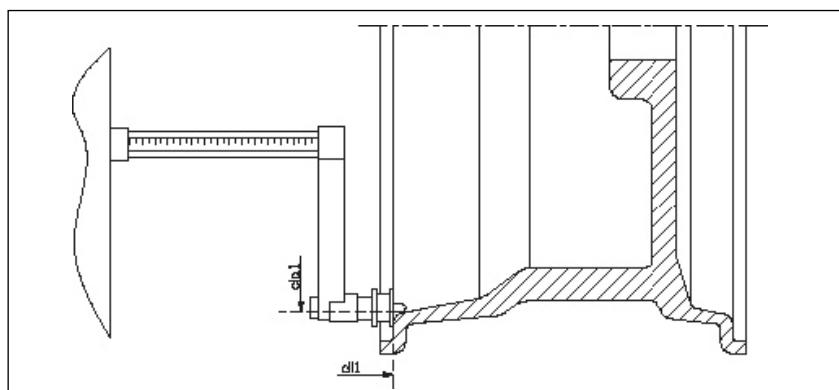

图 F3.7-ALS1 模式下自动获取轮辋内侧距离值
- 2) 拉出距离 / 直径测量尺靠在轮辋内侧，根据 ALS1 和 ALS2 模式的区别，此时拉尺停留点的位置有所不同，如图 F3.7 和 F3.8 所示；
- 3) 拉出距离 / 直径测量尺靠在轮辋内侧将要放置平衡块的位置。ALS1 模式如图 F3.7 所示； ALS2 模式 F3.8 所示；